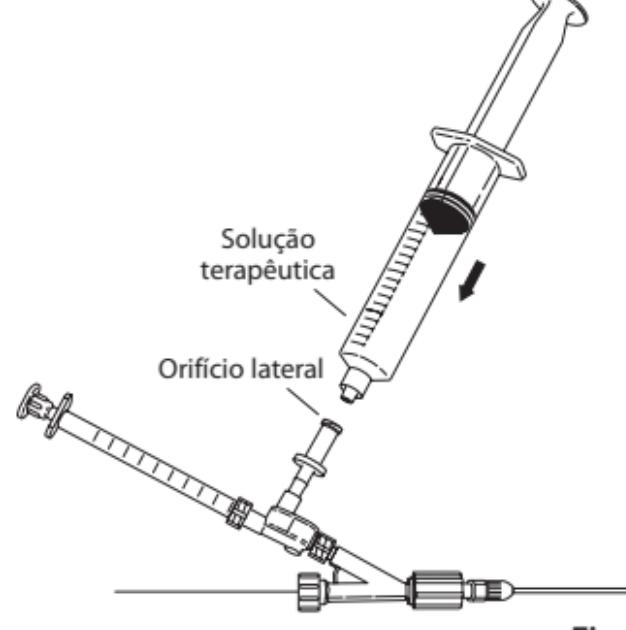

Fig. 7
9. Para iniciar o procedimento para administração da solução terapêutica pretendida, retire a seringa de 20 mL com soro fisiológico heparinizado, deixando um pouco de solução no encaixe do orifício lateral. Antes de adaptar outra seringa cheia de líquido ao orifício lateral, certifique-se de que foram removidas todas as bolhas de ar. Volte a adaptar uma seringa cheia com solução terapêutica. (**Fig. 7**)